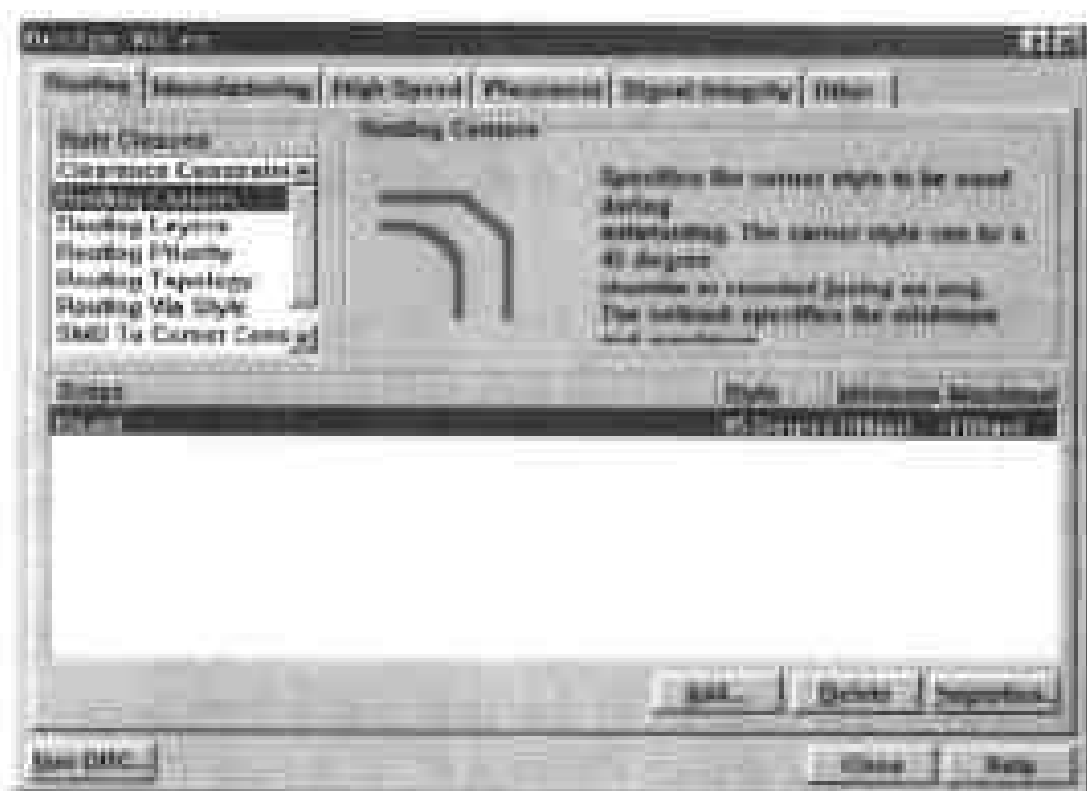

图 9-4 选择 Routing Corners
(1) 选择 Design > Rules，在弹出的对话框中单击 Routing 标签，在对话框中显示设置布线规则的选项，然后在 Rule Classes 选项的列表框中单击 Routing Corners，此时的对话框如图 9-4 所示。
(4) 在 Filter kind 选项的下拉列表框中选择 Whole Board,指定转角方式规则适用于整块电路板,该选项的设置将反映在图 9-4 所示对话框下部方框的 Scope 栏中。
(5) 在对话框右边单击 Style 选项的下拉列表框,在弹出的下拉列表中提供了 90 Degrees, 45 Degrees 和 Rounded 3 个选项,供用户设置转角形式。从下拉列表框中选择其中的任意一个选项时,在 Style 下拉列表框的下方将显示出对应的说明图案。
(6) 在 Style 选项的下拉列表框中选择 45 Degrees,该选项的设置将反映在图 9-4 所示对话框下部方框的 Style 栏中。
(7) 此时在说明图案的下方出现两个输入框,在 Setback 选项的输入框中输入数值,即可设置转角高度的最小值,此选项的设置对应于如图 9-4 所示对话框下部方框的 Minimum 栏。
(8) 在 to 选项的输入框中输入数值,即可设置转角高度的最大值,此选项的设置对应于如图 9-4 所示对话框下部方框的 Maximum 栏。
(9) 设置好对话框中的各个选项之后,单击 OK 命令按钮,返回如图 9-4 所示的对话框,在对话框下部的方框中显示出了用户设置的结果。